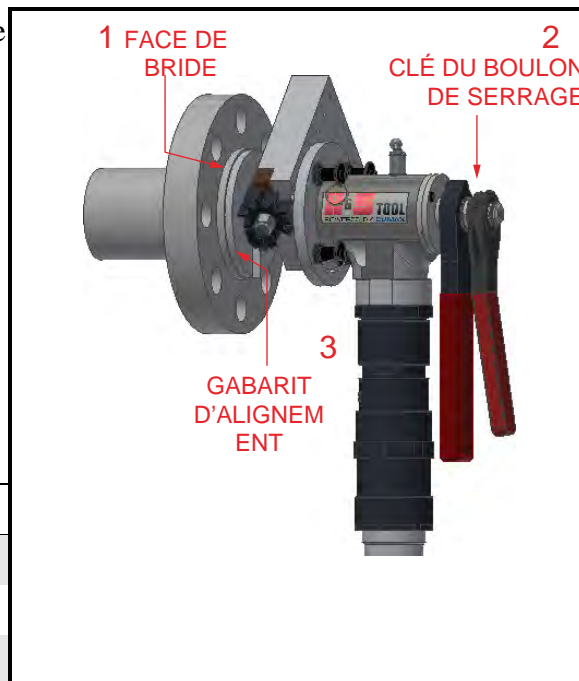

FIGURE 4-2. EMPLACEMENT DE LA CLÉ DU BOULON DE SERRAGE
4. Bien presser le gabarit contre la surface de la bride et serrer la machine (voir Figure 4-2).